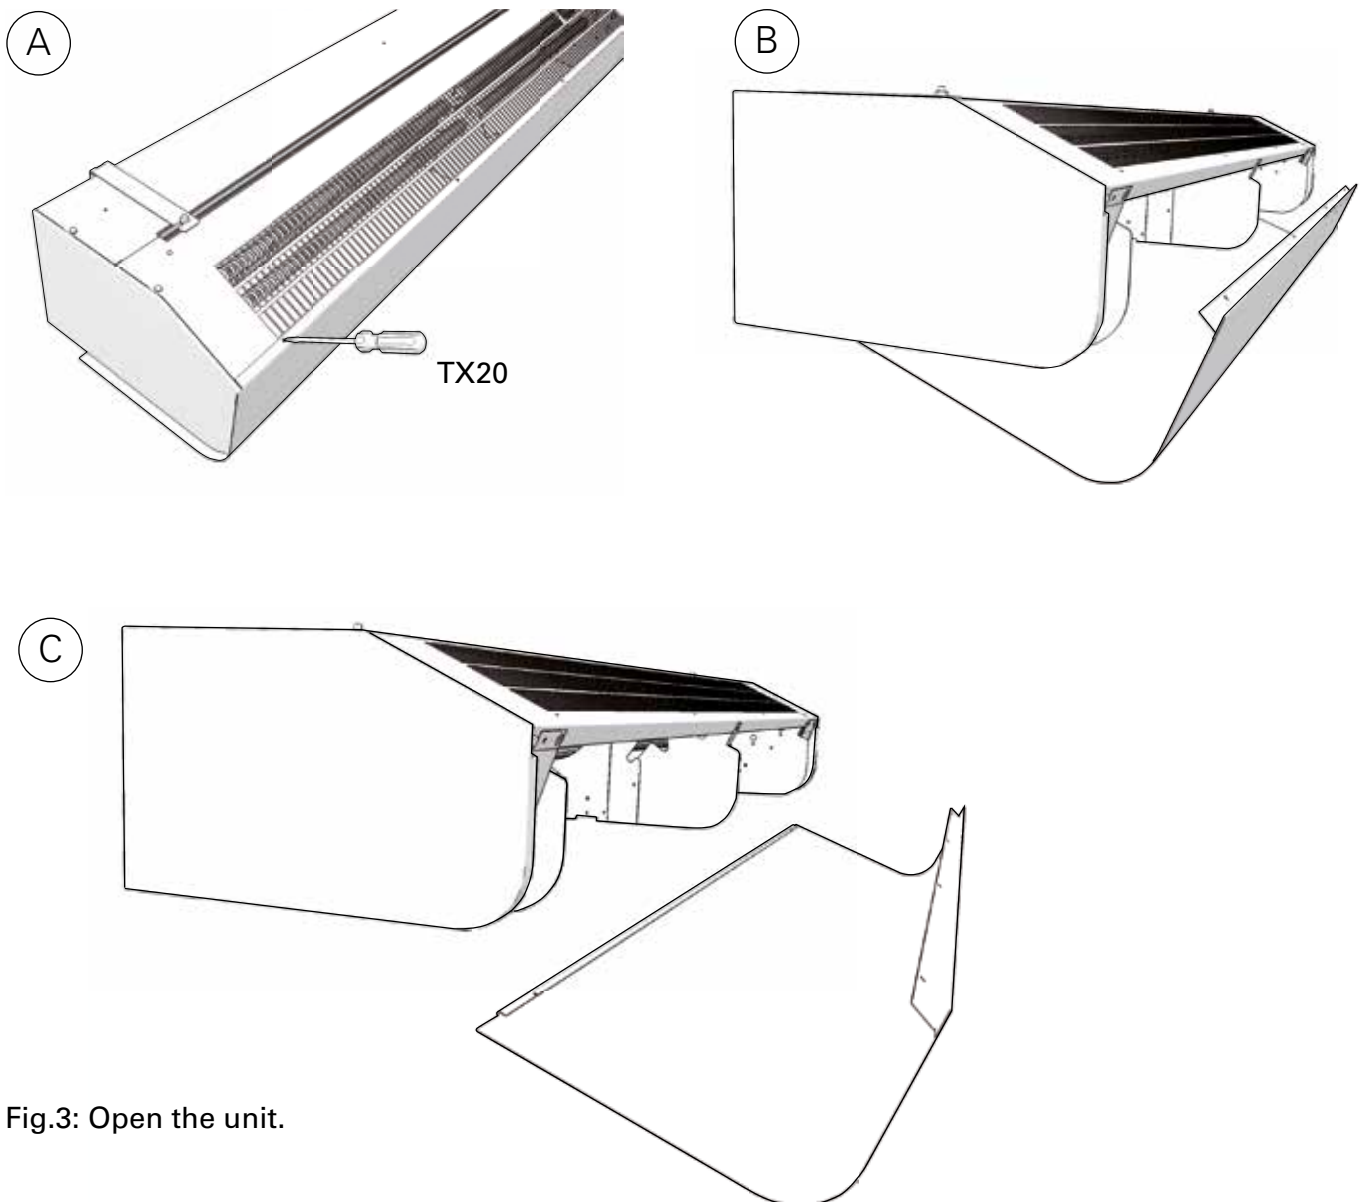

Fig.3: Open the unit.
2. Для того, чтобы снять переднюю панель, необходимо отвернуть 2 винта в верхней части и освободить панель в нижней части. (см.рис.3)